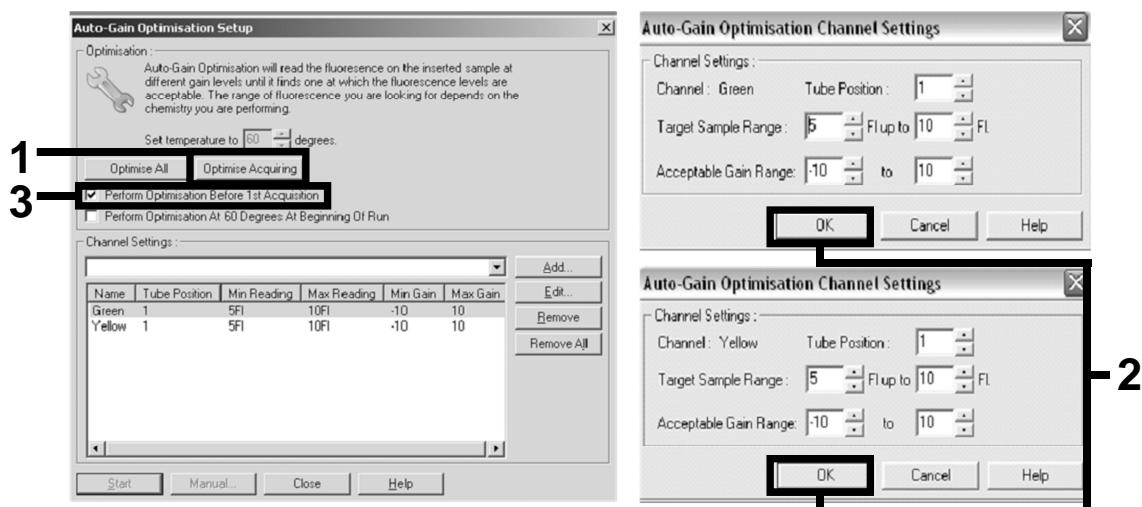

Figura 6. Regolazione della sensibilità del canale di fluorescenza.
Regolazione della sensibilità del canale di fluorescenza	Figura 6
14. L'intervallo di rilevazione dei canali di fluorescenza deve essere determinato in base all'intensità della fluorescenza nelle provette per PCR. Fare clic su "Gain Optimisation" (Ottimizzazione guadagno) nella finestra di dialogo "New Run Wizard" (Creazione guidata nuova seduta) per aprire la finestra di dialogo "Auto-Gain Optimisation Setup" (Impostazione automatica ottimizzazione guadagno). Fare clic su "Optimise Acquiring" (Ottimizzazione acquisizione) (Figura 6), quindi fare clic su "OK" nelle finestre di dialogo "Auto-Gain Optimisation Channel Settings" (Impostazioni canali per ottimizzazione amplificazione) per ogni canale (Verde e Giallo, Figura 6). Assicurarsi che la casella "Perform Optimisation Before 1st Acquisition" (Esegui ottimizzazione prima della 1a acquisizione) sia selezionata per ogni canale (Figura 6).